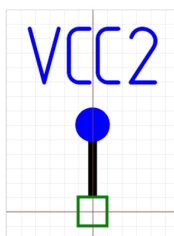

Рис. 65 Порт VCC2
- VCC2 (Питание) – альтернативное обозначения входа питания, например, при использовании различных линий питания, см. Рис. 65.